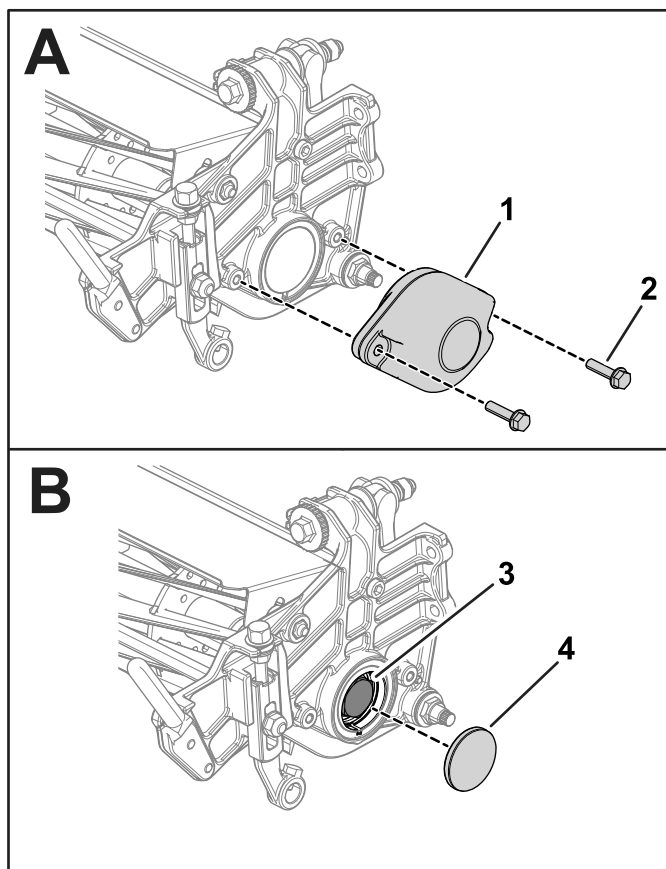

図 3
3. 刈高アームから刈高調整ねじとローラ取り付けねじを取り外す 図 3。
4. カウンタウェイトをカッティングユニットのサイドプレートに固定しているボルト5/16" x 2 1/4" 2本をナット2個サイドプレートに固着から外す。カウンタウェイトを取り外す 図 3。
6. キャップを外してベアリングナットを露出させる 図 3。
7. リールのシャフトからベアリングナットを外す 図 3。